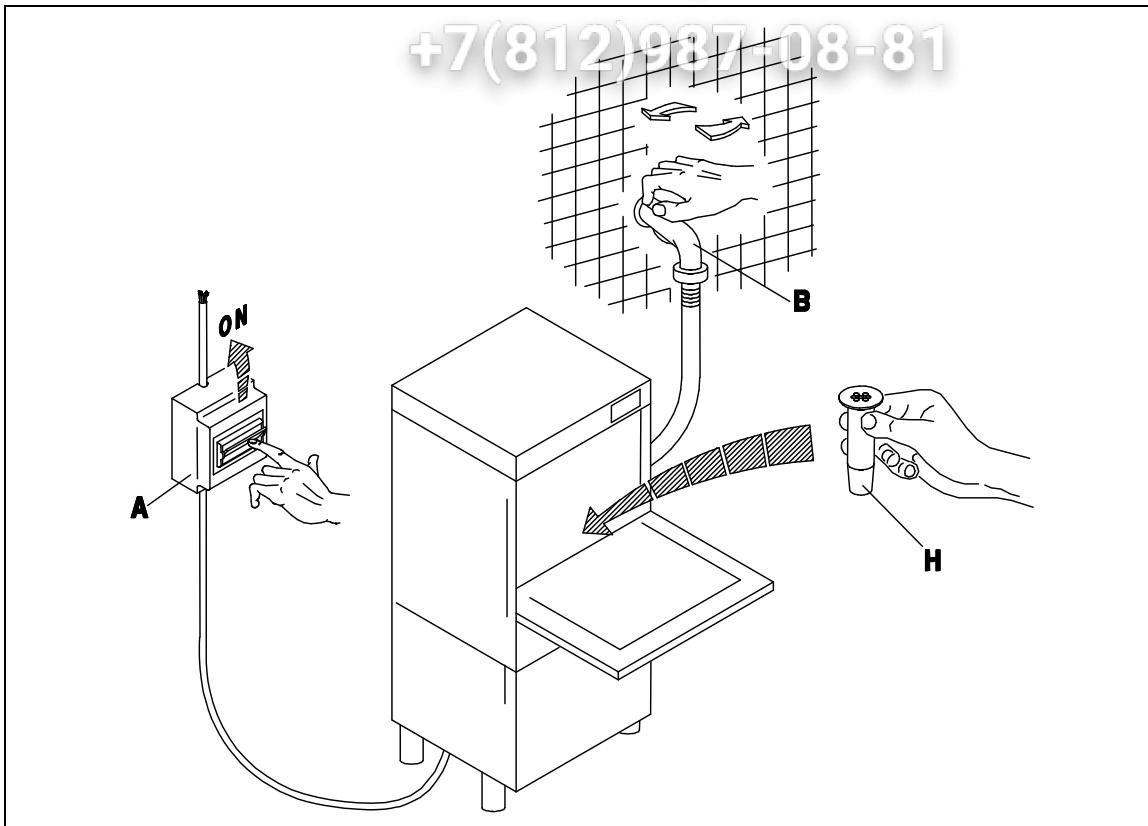

Fig. 3-1
- Aprire il rubinetto dell'acqua (B), inserire l'interruttore generale (A). Attivare l'interruttore principale dell'apparecchio (1), ne consegnerà l'accensione della spia (A) evidenziando che la macchina è sottoposta a tensione. A porta chiusa l'apparecchio si riempie d'acqua e alla fine del carico, si inseriscono automaticamente le resistenze della vasca e del boiler in alternanza. Il funzionamento delle resistenze è reso visibile dall'accensione delle spie (D) ed (E). Quando entrambe le spie si spengono l'acqua avrà raggiunto le temperature impostate e l'apparecchio sarà pronto per iniziare il lavaggio. (fig. 3-1÷3-2)
- Turn on the water tap (B) and switch on the master switch (A). Turn the appliance ON switch (1), which will cause the warning light (A) to illuminate, indicating that the machine is live. When the door is closed the appliance fills with water. When it is full, the tub and boiler heating elements come on automatically in alternation. When the elements are activated, the warning lights (D) and (E) are illuminated. When both warning lights go out the water has reached the set temperature and the appliance is ready to begin the washing cycle. (fig. 3-1÷3-2)
- Öffnen Sie den Wasserhahn (B) und betätigen Sie den Hauptschalter (A). Beim Betätigen des Hauptschalters (1) am Geschirrspüler wird die Anzeige (A) aufleuchten, an der Sie erkennen können, daß die Maschine unter Spannung steht. Bei geschlossener Tür läuft Wasser in die Maschine; ist die nötige Wassermenge einmal erreicht, so schalten die Heizungen des Tanks und des Boilers automatisch, eines nach dem anderen, ein. Der Betrieb der Widerstände wird durch das Aufleuchten der Anzeigen (D) und (E) erkennbar. Beide Leuchtanzeichen erlöschen, wenn das Wasser eine vorbestimmte Temperatur erreicht hat, d. h. wenn die Maschine betriebsbereit ist. (fig. 3-1÷3-2)
- Ouvrir le robinet (B) et insérer l'interrupteur général (A). Ouvrir l'interrupteur principal de l'appareil (1), le voyant (A) s'allumera ce qui signifie que la machine est branchée. L'appareil se remplit d'eau avec porte fermée et à la fin du chargement les éléments chauffants de la cuve et du boiler entrent automatiquement en action en alternance. Les voyants (D) et (E) s'allument quand les éléments chauffants fonctionnent. Les deux voyants s'éteignent dès que l'eau a atteint la température programmée et l'appareil est prêt pour commencer le lavage. (fig. 3-1÷3-2)
- Abrir el grifo del agua (B), conectar el interruptor general (A). Activar el interruptor principal del aparato (1); el encendido de la luz testigo (A) indica que la máquina está en tensión. Con puerta cerrada el aparato se llena de agua y cuando la carga esté terminada se conectarán automáticamente las resistencias del tanque y de la caldera en la alternación. El funcionamiento de las resistencias es señalado por el encendido de las luces indicadoras (D) y (E). Cuando ambas luces se apaguen, el agua habrá alcanzado la temperatura programada y el aparato estará listo para empezar el lavado. (fig. 3-1÷3-2)